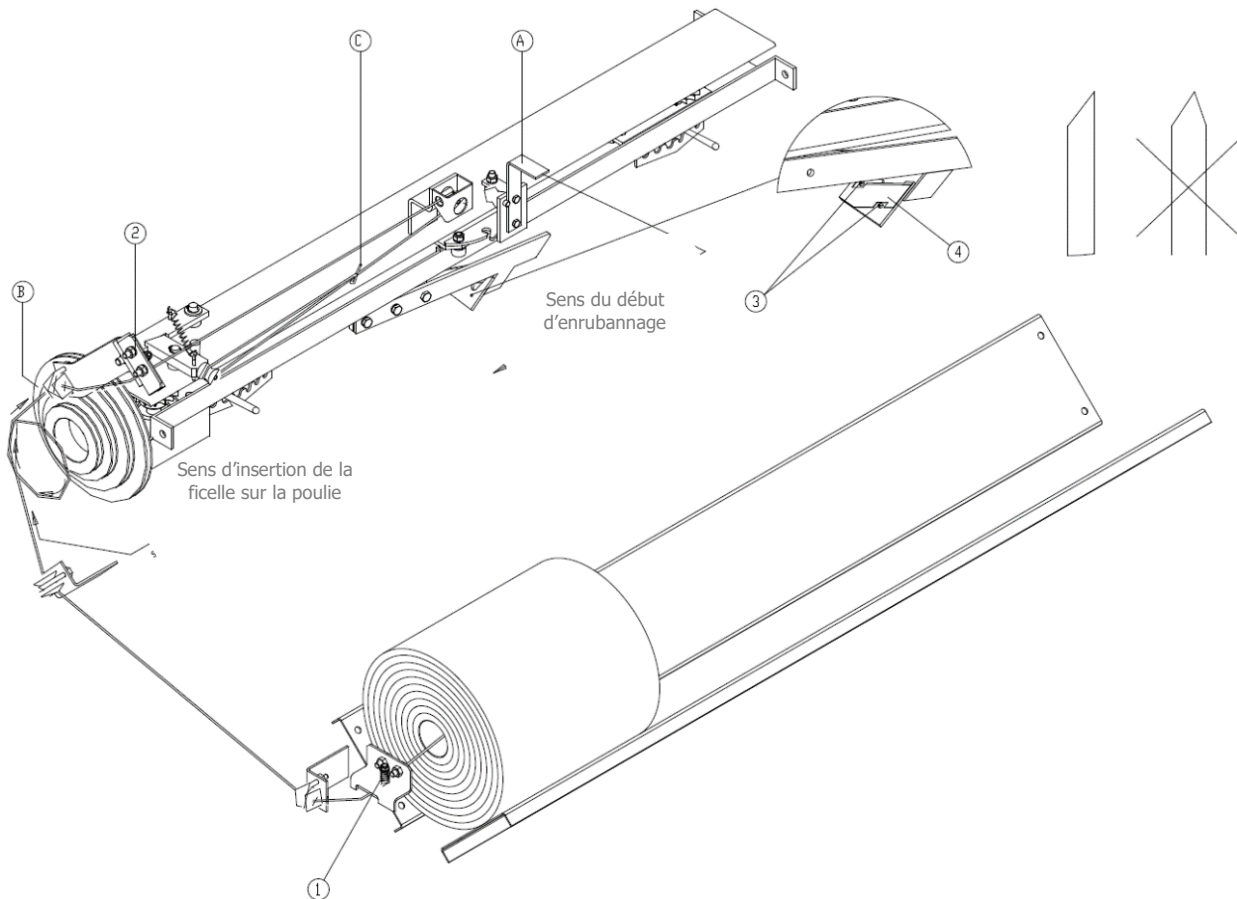

Figure 16. Piste de guidage de la ficelle
Placer la bobine de ficelle dans le boîtier conçu pour recevoir une balle de filet. Installer la bobine comme indiqué sur la figure 16 de façon à ce que l'axe de la bobine de ficelle soit parallèle à l'axe de la boîte. Pour commencer l'exploitation, insérer 2 bobines et attacher le début de la deuxième bobine (à l'intérieur de la bobine) à la fin de la première (couche extérieure). Diriger l'extrémité de la ficelle vers la poulie B et la sortir comme indiqué sur la figure 16. Après avoir déterminé la piste correcte de la ficelle, faire une boucle de 10-15 cm de long. Attacher la ficelle lors de l'assemblage de bobines, de remplacement de la ficelle ou en cas de rupture. Régler la tension de la ficelle à l'aide des dispositifs de pression (1) et (2).